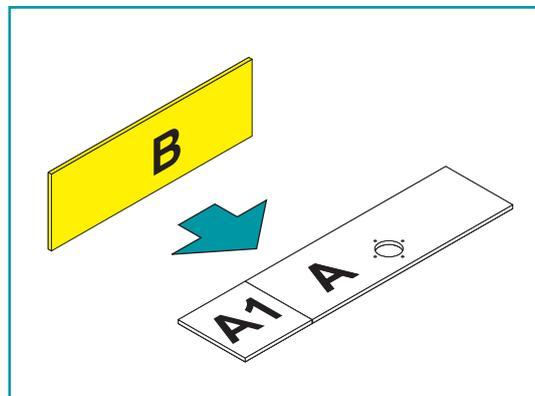

figura 3
2.2.2 Monte el panel B a los paneles A y A1. (figura 3)